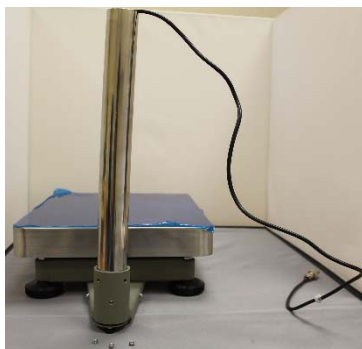

fig. 3
- Retournez la base et faites passer le câble du capteur de pesage par la colonne. Placez la colonne dans le support le plus bas, et, avec les 3 vis sans tête, fixez la colonne en place (fig. 3).